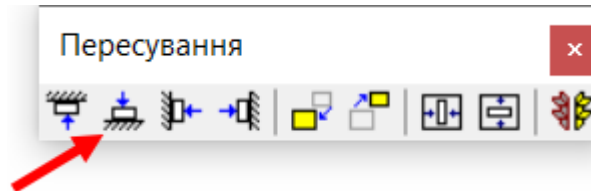

Рис. 2.9. Вибір команди пересування деталі униз до упору
- перемістити полицю униз до упору. Виділити полицю та на панелі інструментів «*Пересування*» вибрати кнопку «*Униз до упору*» (рис. 2.9);